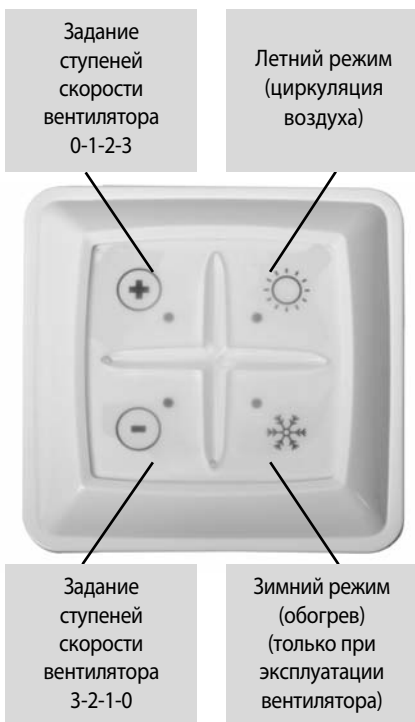

Рис. 2.: Радиоантенну с магнитным основанием можно установить на любом удобном участке прибора
- Антенна имеет магнитное основание, и ее можно разместить на любом удобном участке прибора (рис. 2). Местоположение антенны выбирается исходя из условия оптимального приема сигнала. Важно исключить несанкционированный доступ к антенне.